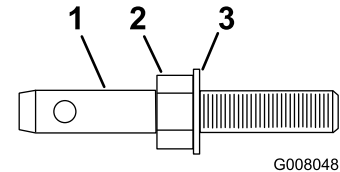

図 1
A. 各リンク・ピンに六角ナットを取り付ける(図 1)。各リンク・ピンにワッシャを通す。